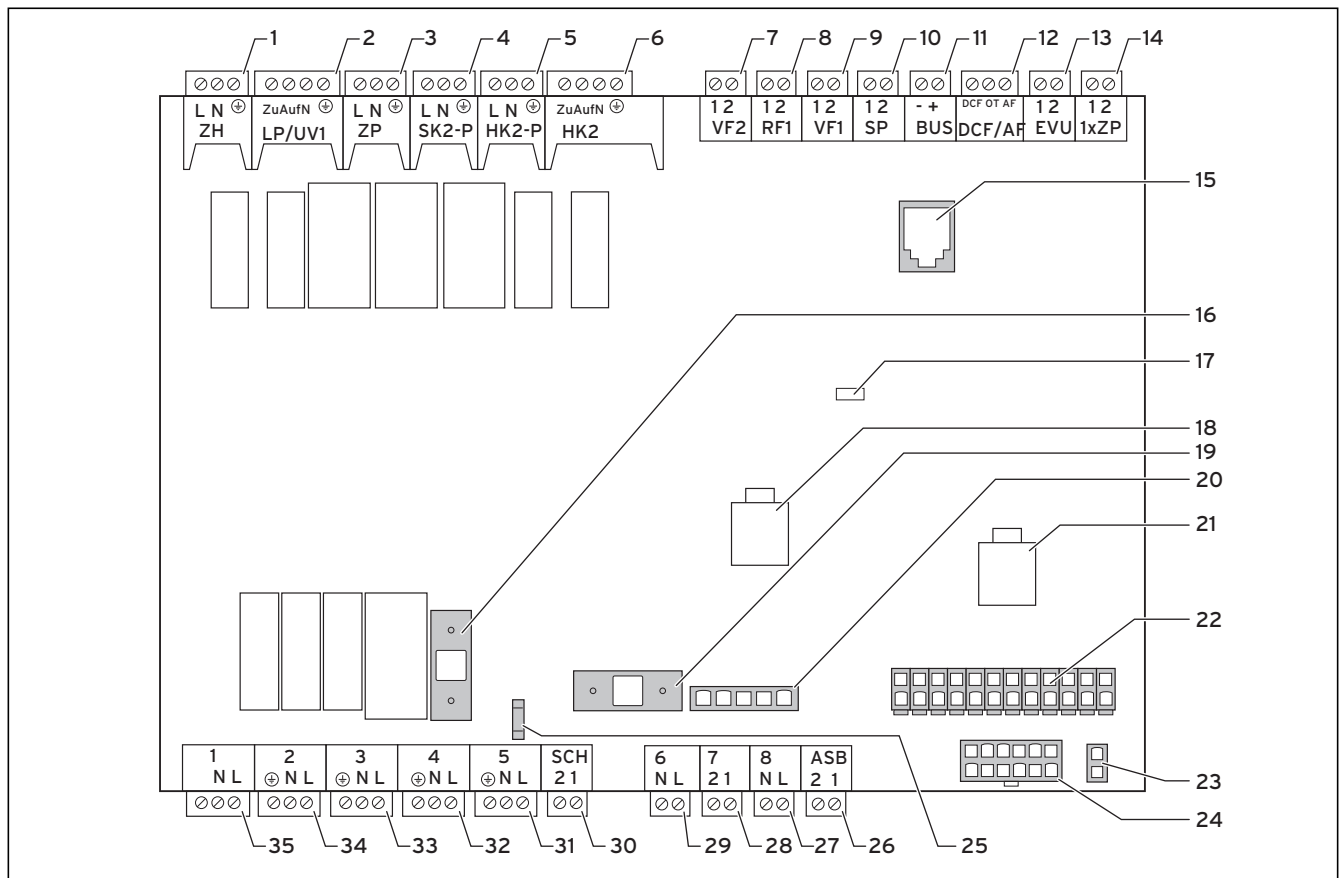

Abb. 7.7 Reglerplatine
- Schließen Sie die permanente Stromversorgung an die Netzeinspeisung Normaltarif an (2).
- Schließen Sie die Niedertarif-Stromversorgung an die Netzeinspeisung Niedertarif an (1).
- Schließen Sie den Kontakt des Rundsteuersignalempfängers an Klemme 13 „EVU“ (Energieversorgungsunternehmen) an (→ Abb. 7.7).
- Schließen Sie die permanente Stromversorgung an die Netzeinspeisung Regler an (2).
- Schließen Sie den Kontakt des Rundsteuersignalempfängers an Klemme 13 „EVU“ (Energieversorgungsunternehmen) an (→ **Abb. 7.7**).
Legende zu Abb. 7.7
- Installieren Sie die Standardfühler VR 10 entsprechend den Anforderungen des Regelschemas und schließen Sie sie an den jeweiligen Klemmen der Reglerplatine an (→ **Abb. 7.7**).
- Schließen Sie die externe Heizkreispumpe an Klemme HK2-P an (→ **Abb. 7.7, Pos. 5**).
- Schließen Sie alle Absperrventile an Klemme SK2-P an (→ **Abb. 7.7, Pos. 4**).